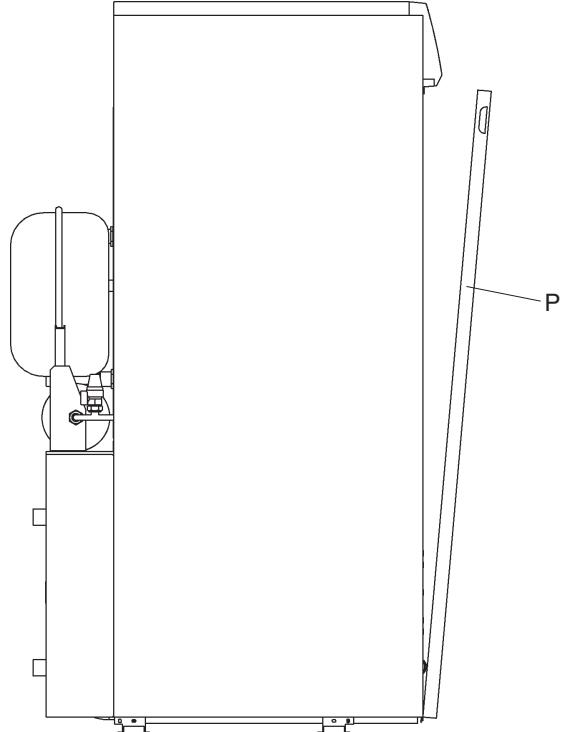

Fig. 2.6
- rimuovere il pannello anteriore (P) della mantellatura (fig. 2.6)